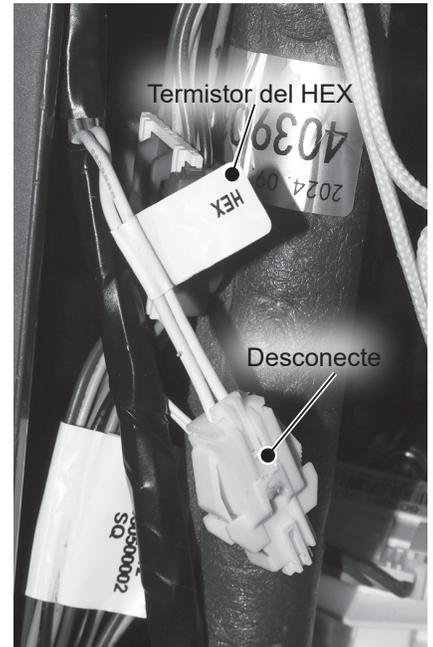

Figura 43 - Desconexión del termistor del HEX
- 21 Ubique el mazo de cables del termistor del HEX y desconéctelo. Consulte la Figura 43.